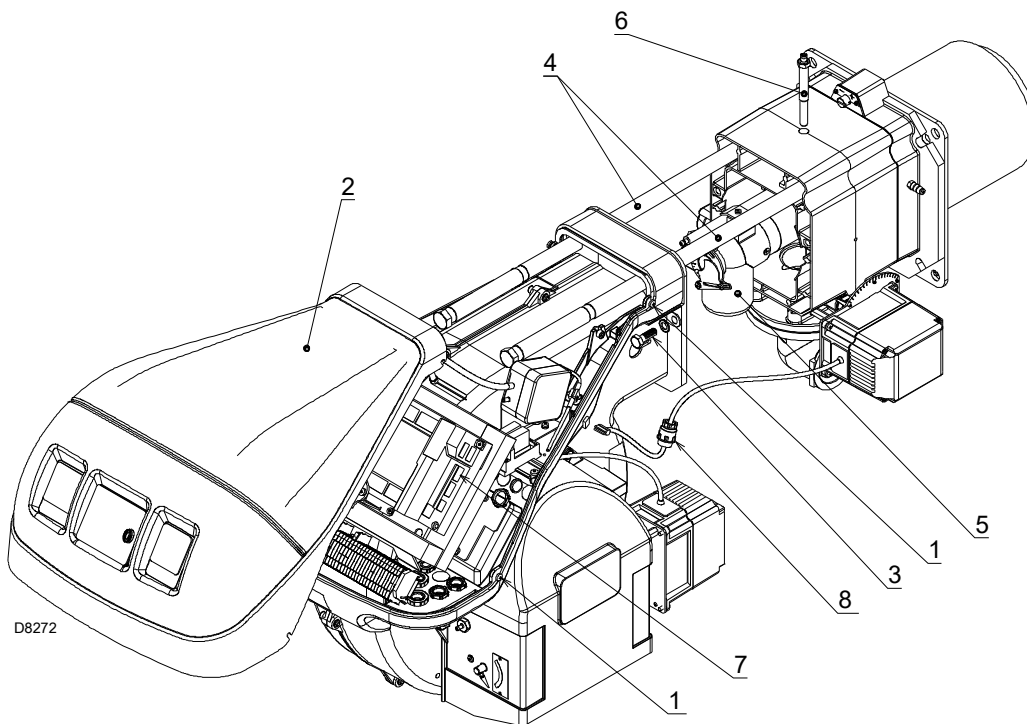

图 36
- 拆下 4 个螺丝 1)( 图 36) 同时取下保护盖 2)。